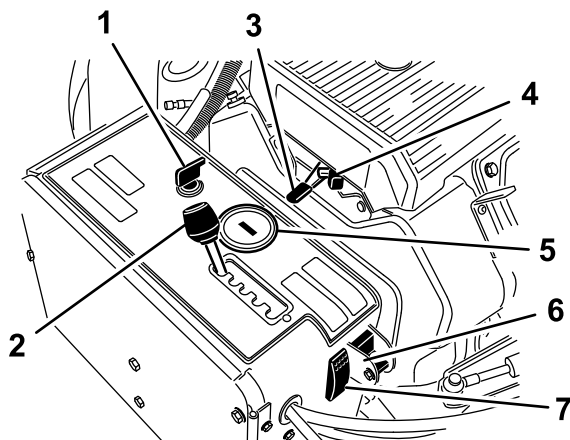

Рисунок 14
Используйте выключатель зажигания (Рисунок 14) для запуска и останова двигателя. Выключатель имеет 3 положения:
Передвиньте рычаг регулировки расстояния между зубьями аэратора (Рисунок 14) на требуемое расстояние или в положение «Т» для транспортировки.
Рычаг дроссельной заслонки (Рисунок 14) предназначен для управления частотой вращения двигателя. При передвижении рычага дроссельной заслонки вперед (положение БЫСТРО) частота вращения двигателя возрастает, при передвижении назад (положение МЕДЛЕННО) — уменьшается. Частота вращения вала аэратора синхронизирована с оборотами двигателя и скоростью движения машины.
- При выключении двигателя счетчик моточасов/тахометр (Рисунок 14) показывает количество часов работы двигателя.
Используйте воздушную заслонку при запуске холодного двигателя (Рисунок 14).
Поверните переключатель в нижнее положение для отключения функции TrueCore (Рисунок 14). Для доступа к переключателю выбора ручного режима следования профилю грунта отверните болт.
Переключатель сброса системы предназначен (Рисунок 14) для подъема вала аэратора в случае, если машина оказывается заблокированной (например, из-за выработки топлива).